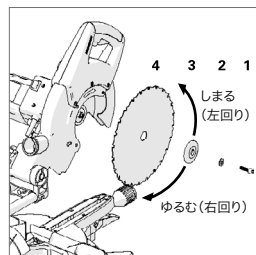

図39
- ・ 六角レンチで中穴ネジをゆるめ（右回りにまわす）、中穴ネジ、ワッシャー、アウターフランジ、ブレードの順に取り外します。（図39）